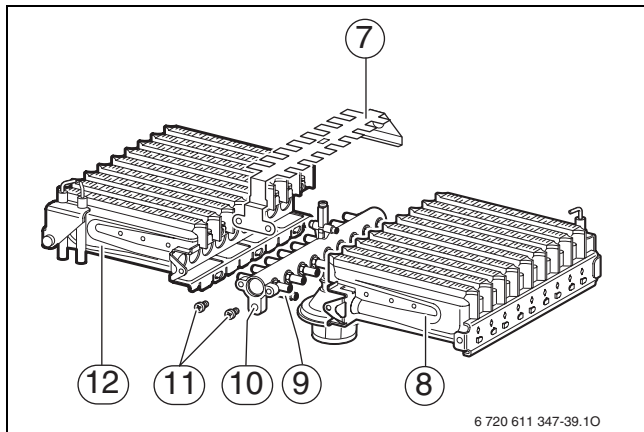

Рис. 50
- ▶ Видалити гвинти (11) (→ рис. 50).
- ▶ Зніміть міст (7).
- ▶ Зніміть гвинти на точках кріплення (9). Зніміть ліву та праву частину пальника (12 та 8) із штуцера (10).